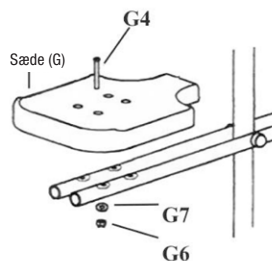

Fig 15
11. Monter begge sæder (G) på tvillingegeyngen med 39 mm unbrakbolte (G4), M6 skiver (G7) og M6 kuppelmøtrikker (G6). Spænd alle møtrikker til. Se fig. 15.